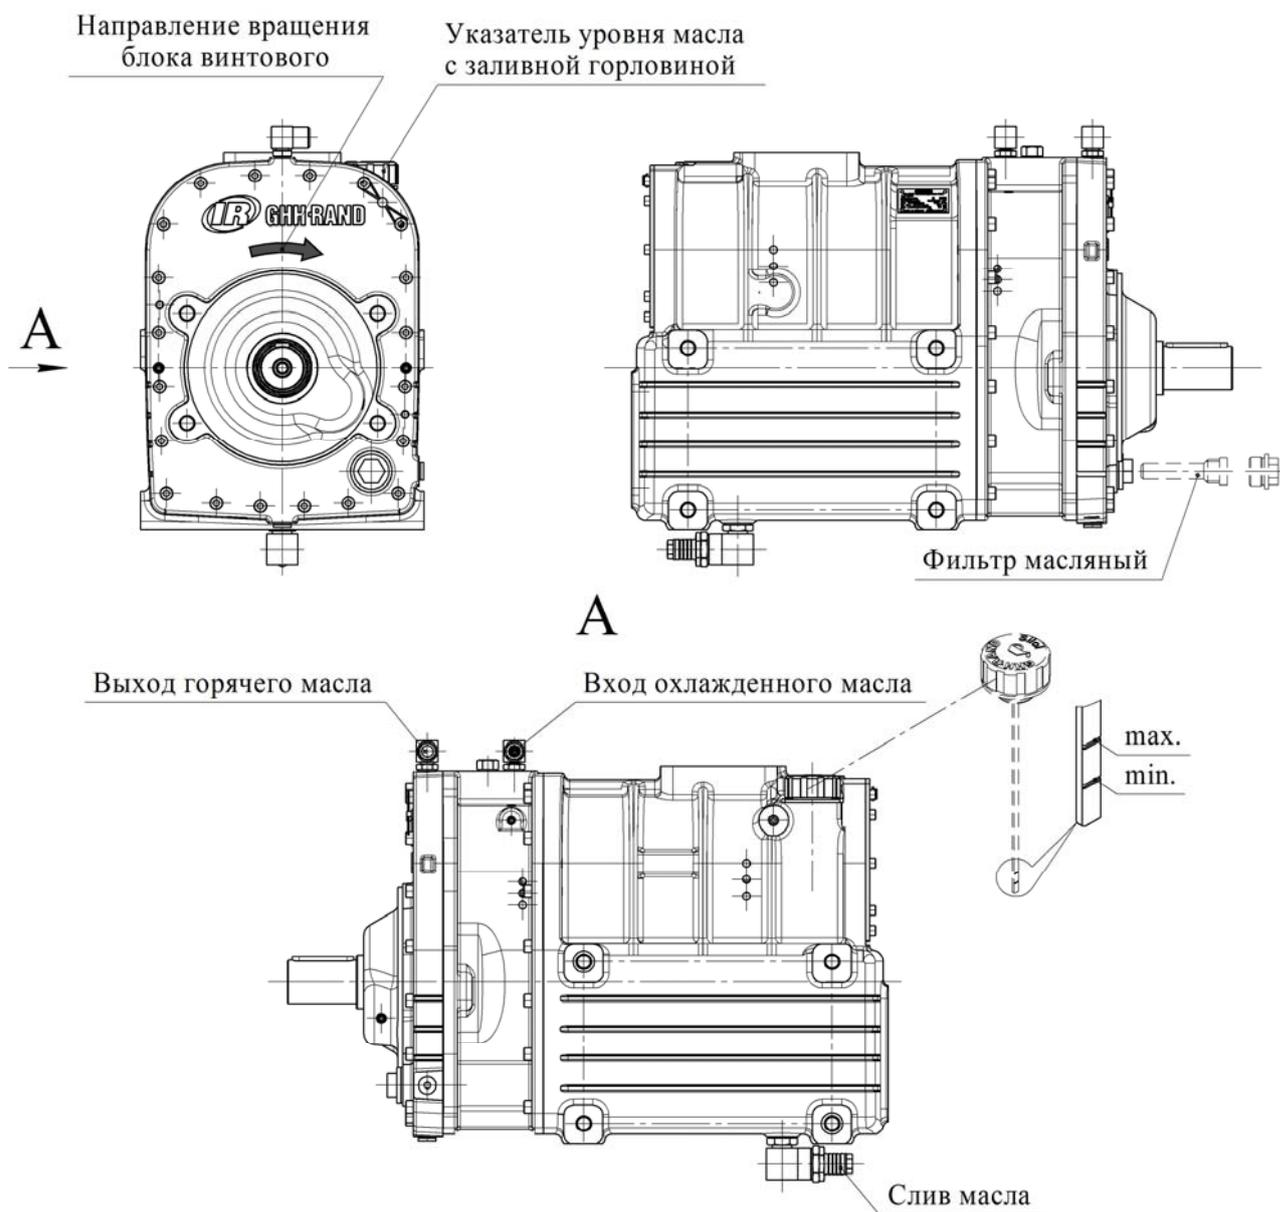

Рис. 2. Блок винтовой.
Для обеспечения смазки подшипников и зубчатых зацеплений винтового блока в корпусе винтового блока предусмотрен масляный насос, который перекачивает масло из картера к местам смазки. В масляной магистрали для очистки масла устроен сетчатый масляный фильтр (см. рис.2), который закрыт пробкой снаружи со стороны приводного вала. Для охлаждения масла служит **теплообменник 10**, закрепленный на задней панели вместе с воздухопроводом и вентилятором. На входе в радиатор (нижний штуцер) вмонтирован термодатчик, сигнал от которого **через реле температуры 13** поступает на панель управления. При превышении температуры 110 °С на панели загорается красная сигнальная лампа и установка отключается.
- при первом пуске удостовериться, что направление вращения вала блока винтового соответствует стрелке, указанной на винтовом блоке (см. рис.2), а направление потока охлаждающего воздуха от теплообменника наружу;